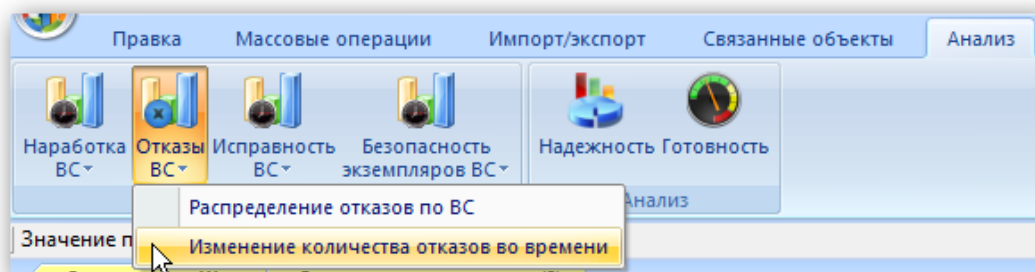

Рис. 13-323 – Выбор диаграммы по отказам
3) Нажать кнопку «Отказы ВС» панели «Диаграммы» на вкладке «Анализ» и выбрать пункт «Изменение количества отказов во времени» (рис. 13-323).